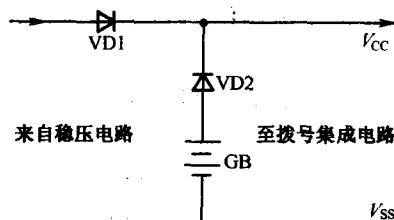

图 1-7 附加电源记忆维持电路
2. 附加电源记忆维持电路。附加电源记忆维持电路是在拨号集成电路的直流电源电路中另加一个电源,如图1-7所示。图中,VD1、VD2是两只隔离二极管,GB通常为两只纽扣型电池或两节干电池。在摘机状态时,VD1导通,由电话机内部的稳压源电路向拨号集成电路提供工作电源。稳压源的输出电压一般均大于3V。由于VD2的隔离作用,附加电源GB不向拨号集成电路提供电源。在挂机状态时,线路中电流为零,稳压源无输出,VD1因反偏而截